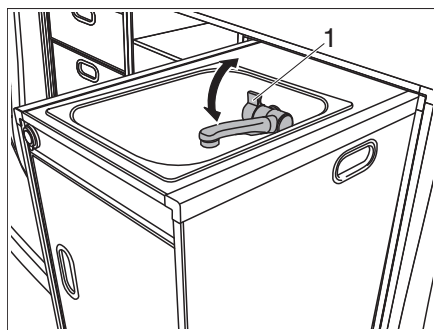

Figura 47 Fregadero con grifo de agua
El vehículo está dotado de un bidón de agua incorporado. Una bomba de agua eléctrica bombea el agua al grifo de agua (Figura 47, 1). Abriendo el grifo de agua, la bomba de agua se conecta automáticamente y bombea agua al punto de toma.
- Girar el grifo de agua (Figura 47,1).
- Girar de vuelta el grifo de agua (Figura 47,1).